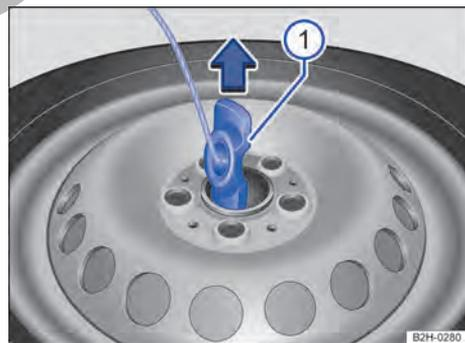

Fig. 192 Rueda de auxilio o de emergencia: soltar el soporte para llantas.
Legenda de la Fig. 192:
- Coloque el soporte para llantas en vertical → Fig. 192 ①.